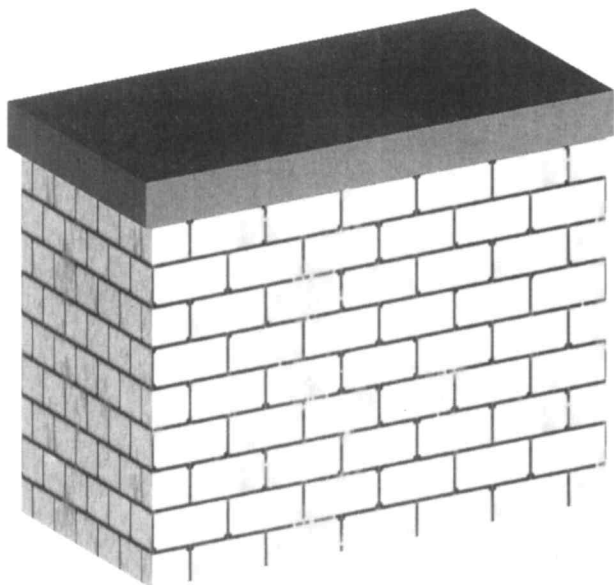

图 7-51
- Texture Maps (纹理贴图) 纹理贴图(AutoCAD也称它们为图案贴图)是一些位图文件,如地面瓷砖、木材、锈色的金属、花岗岩、砖块、墙纸以及其他各类物品,如图7-51就是一个例子。当然,你必须要用一个合适的位图文件,AutoCAD提供了约50个适合于补充材质属性的位图文件。纹理贴图是通过RMAT命令中的Color属性来设定的。